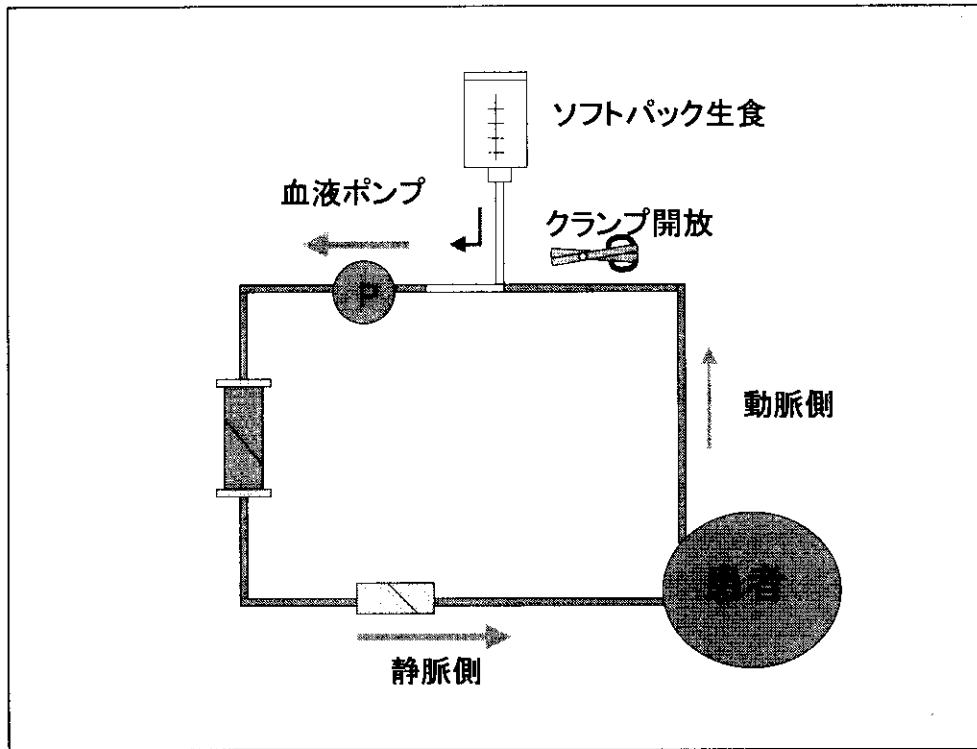

図9 生食の落差を利用した生食置換返血法②
- ・ 補液ラインのクランプを開放し気泡・凝血塊を血液ポンプ側に移動させる除去する (図 9)。